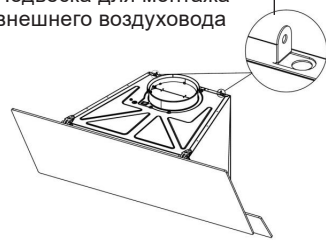

Рисунок 8
9. Потяните внутренний воздуховод вверх через внешний воздуховод и закрепите его винтом **3,5 x 6,5 RYSB** на листе внутреннего патрубке дымохода, который вы ранее прикрутили к стене (Рисунок 8).